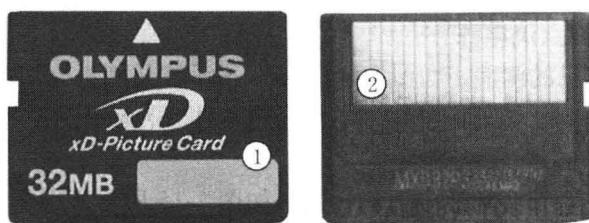

图 1-18 存储卡
OLYMPUS X-200 型数码相机使用的存储卡如图 1-18 所示，它是一种 XD 存储卡。图中①为标签面，它标注了存储卡的种类及存储容量等相关信息，右下角的空白处用于记录的存储的照片内容。②为连接插头，用于与相机内的接口电路相连，进行信号的存取。